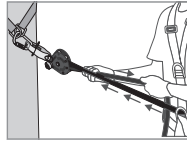
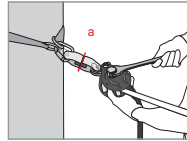

Fig. 3
Fig. 4
Une fois la ligne de vie installée, un pré-réglage de la tension doit être fait en tirant manuellement sur la corde (coté nœud d'extrémité - Fig. 3). Automatiquement la came (8) et le levier de came (4) doivent venir en contact avec le cordage. Rabattez le levier de came (4), puis, par l'intermédiaire d'une clé adaptée, appliquez la tension sur l'axe de réglage tension (1) jusqu'à ce que la rondelle témoin de tension (a) placée sur le témoin de tension (2) tourne librement (Fig. 4). Dès que celle-ci est libre de mouvement, NE PAS SERRER PLUS ! Cela correspond à une pré-tension sur la ligne de 1 kN environ. En utilisation, vérifiez régulièrement cette tension (rotation de la rondelle témoin de tension) et ajustez si nécessaire comme expliqué ci-dessus.
**ATTENTION !** Ne pas essayer de faire d'action de desserrage sur l'axe de réglage tension (1) avec la clef, la came (8) résiste à ce desserrage et résiste aux rotations dans le sens antihoraire. Une action importante de desserrage dans ce sens peut avoir des conséquences néfastes sur le fonctionnement du système et sur l'état de la corde.